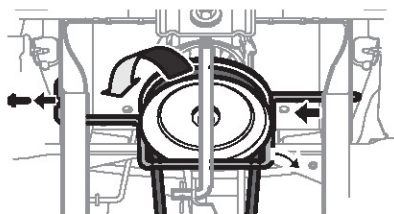

Figure 38
4. Pour **relever** l'avant du plateau de coupe, desserrez l'écrou supérieur, puis serrez l'écrou inférieur (tournez vers la droite). Voir Figure 38. Une fois le réglage approprié effectué, serrez l'écrou supérieur à un couple de 25-30 pi-lb (33,9-40,7 N-m).
5. Pour **abaisser** l'avant du plateau de coupe, desserrez l'écrou supérieur, puis l'écrou inférieur (tournez vers la gauche). Voir Figure 38. Une fois le réglage approprié effectué, serrez l'écrou supérieur.
5. Retirez le boulon fixant la tige de retenue de la poulie du moteur au châssis. Voir Figure 38.